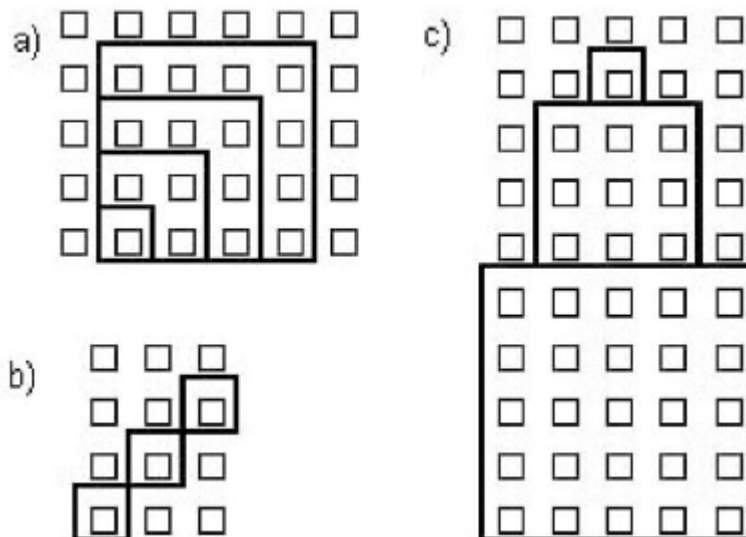

Figura 6.1: ¿Cómo se hace para que un mismo proceso sirva para realizar todos los cuadrados?
Analicemos la figura 6.1. En ella aparecen varios cuadrados de diferente tamaño. Básicamente, hay tres formas de resolver este tipo de problemas:
Ejemplo 6.1: Programe al robot para que realice el recorrido a) de la figura 6.1.
Cuando el proceso cuadrado sea invocado y reciba en *lado* la longitud del lado que debe realizar, este valor será utilizado por la línea (2) para efectuar el recorrido pedido. La resolución del recorrido a) de la figura 6.1 utilizando este proceso es la siguiente:
Ejemplo 6.2: Programe al robot para que realice el recorrido c) de la figura 6.1.